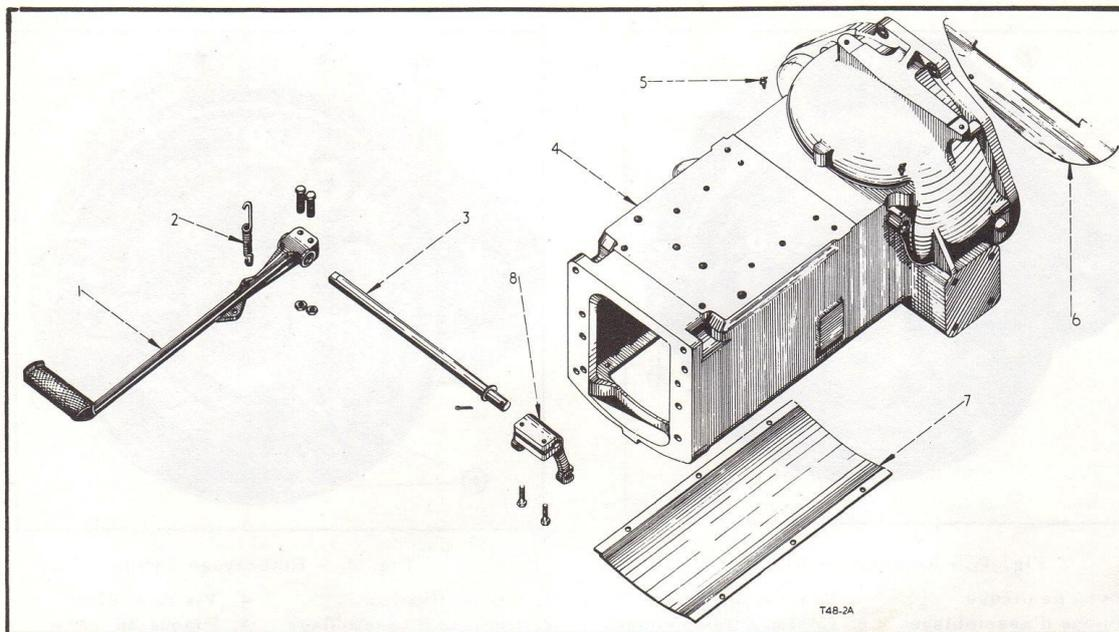

Fig. 3. - Commandes de l'embrayage simple
1. Desserrez les vis d'étrier de la pédale (1, Fig. 3).
2. Desserrez les vis d'étrier de la fourchette (8, Fig. 3 ou 4, Fig. 4).
3. Débranchez le ressort de rappel (2, Fig. 3) de la pédale, puis enlevez l'arbre (3, Fig. 3) de la pédale et retirez-le par le côté droit du carter.
1. Déposez les ressorts de retenue (3, Fig. 5) afin de pouvoir déposer de la fourchette (8, Fig. 3) l'ensemble (2, Fig. 5) de butée et de cuvette de roulement.